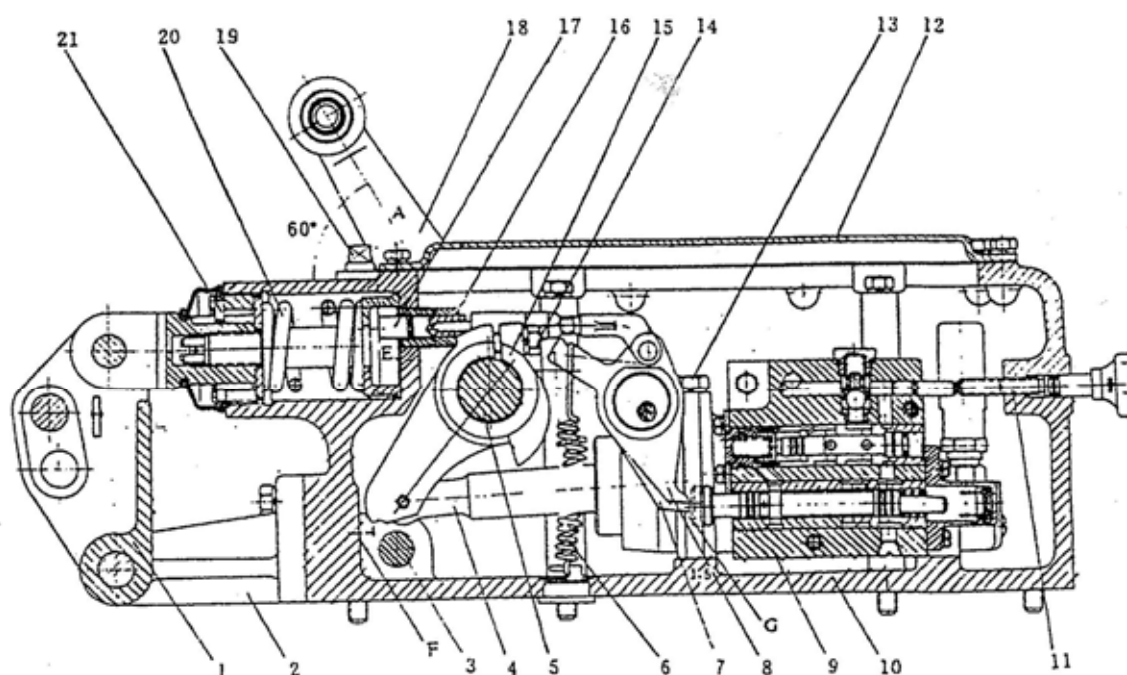

Рис. 3-20. Подъемный механизм.
Поверните верхнее соединительное звено (7) и пружинную тягу (2), исключая осевые зазоры между всеми частями. Зазор между стороной А давящей пластины и стороной В пружинной тяги должен быть 2 мм. После этого вставьте штифт (8) и установите тяговую рессору в подъёмное устройство. Поверните гайку (5), чтобы узел пружины вошёл в гнездо подъёмного механизма до стороны Е и вставьте штифт (21) в отверстие на гайке (5) (Рис. 3-20).